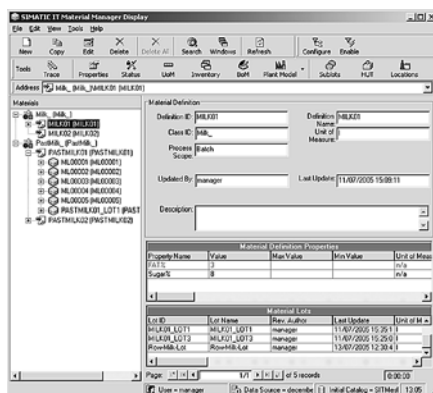

Рис. 4
Работа с материалами в SIMATIC IT реализуется посредством компонента *Material Manager (MM)* (рис. 4). В нем можно создать классы и ведомости материалов, позволяющие описать расход материалов в ходе производства. В конечном итоге для произвольного класса материалов можно создавать лоты материалов, привязав их к месту расположения (некоторому узлу в ранее созданном дереве оборудования).